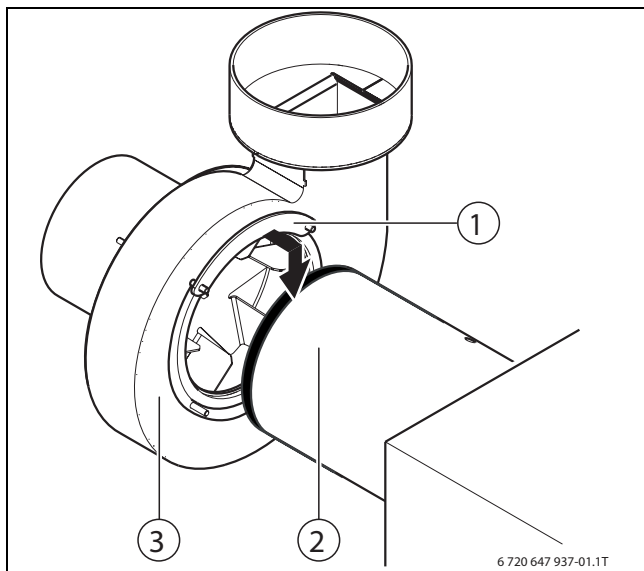

Bild 11 Saugzuggebläse einhängen
- Saugzuggebläse (→ Bild 11, [3]) mit dem oberen Haltebügel (→ Bild 11, [1]) am Abgasstutzen (→ Bild 11, [2]) des Kessels einhängen.